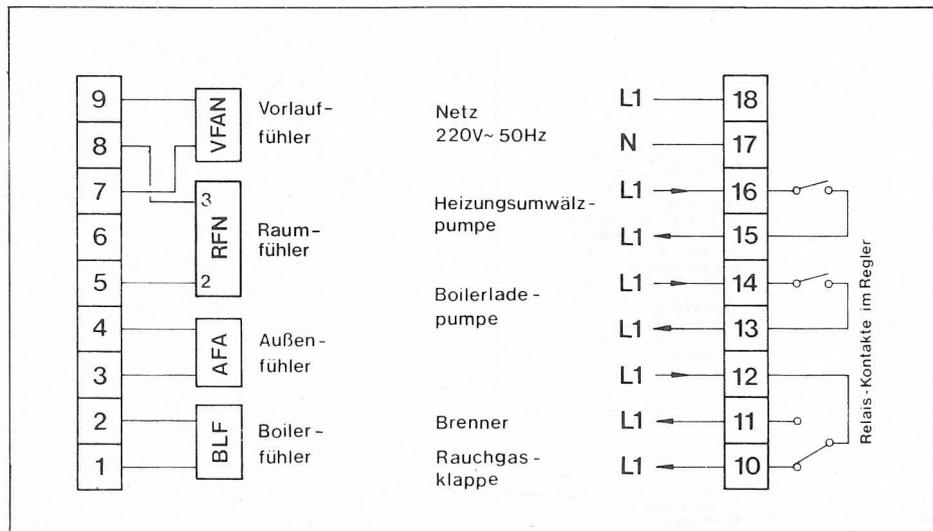

Bild 6 Anschlußschema zu 2.2.1
2.1.4 Witterungsabhängige Vorlauf-temperaturregelung mit Raumfühler RFN zur raumgeführten Absenkung (Bild 6)